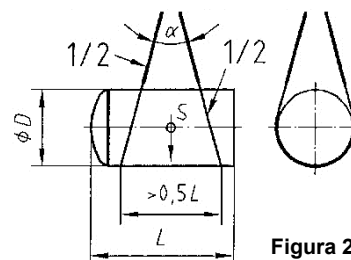

Figura 2
• El ángulo y la longitud que deben tener las eslingas serán, conforme a las indicaciones de la Figura 2, los siguientes: